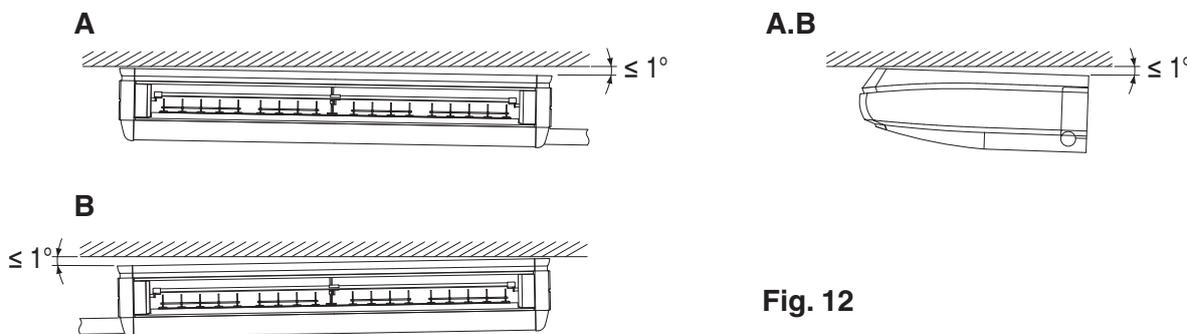

**Fig. 11**
- (2) Sollevare l'unità interna, farla scivolare dalla parte anteriore e inserire fermamente il bullone di installazione del gancio (M8) per una sospensione temporanea. **(Fare riferimento alla Fig. 11)**
- (3) Stringere le viti di fissaggio del gancio (M5), che erano state rimosse, in 2 punti, posizionandole come prima. **(Fare riferimento alla Fig. 11)**
- (4) Stringere fermamente i bulloni d'installazione del gancio (M8) in 4 punti. **(Fare riferimento alla Fig. 11)**